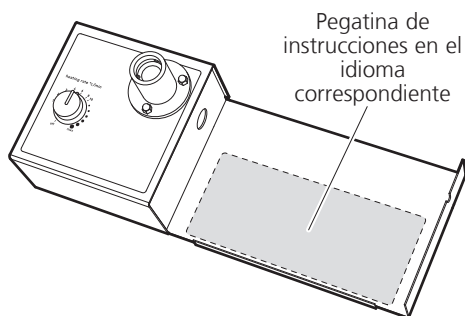

Fig 2
2. (Primera vez sólo) Después de desembalarlo, escoger la pegatina de las instrucciones autoadhesivas de su idioma, y pegarla en el lugar apropiado (ver fig 2). Aplicar la pegatina con cuidado de no dejar ninguna burbuja en la superficie, utilizando si es preciso un objeto plano como alisador.